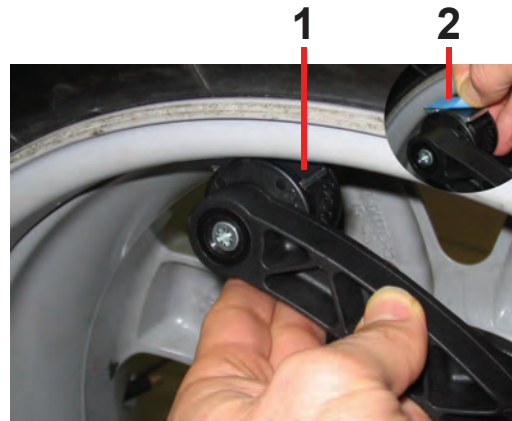

Figura 28b
**NOTA:** Limpie el área en la que será colocado el peso antes de fijar los pesos adhesivos. En función del desequilibrio detectado, acerque el peso adhesivo adecuado al cabezal del calibre.(1, Figura 28b). Retire la cinta protectora (2 Figura 28b) del peso adhesivo y adhiéralo al punto correcto en la llanta.